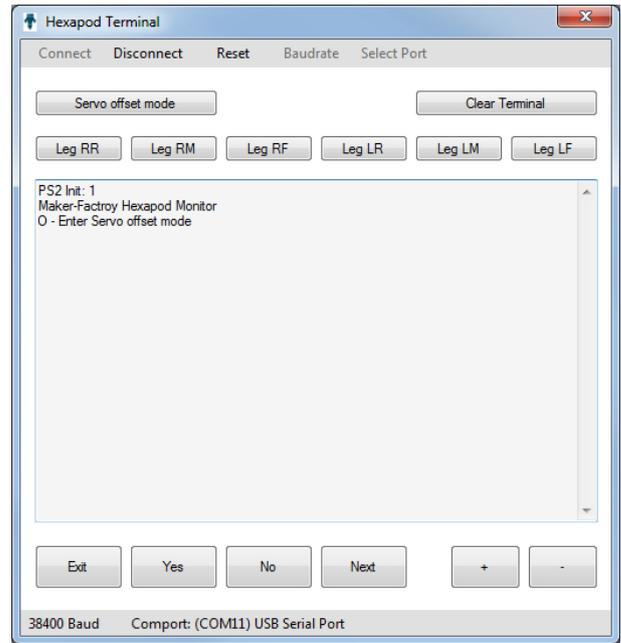

Bild 71
- Klicken Sie auf „Connect“. Der Roboter meldet sich im Terminalfenster, wie in Bild 71 gezeigt.